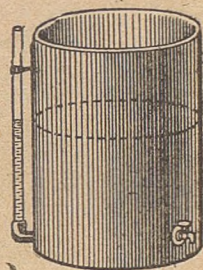

Рис. 42. Вамеряйтан стекло.
39. Вамерайтан стеклозс. Сидз кыдз однородной жидкостьлѣн сообщайтчан сосуддзын свободной вевдѣррес сувтѣны ѳт-кодѣ уровень вылын, то позѣь тѣдны, мый вылына жидкосты-ыс, кѣда кисьтѣма шучтыдавѣтѣм сосудѣ; эѣта понда колѣ сосу-дыс улисѣ частѣь ѳтлабѣтны вертикальной сувтѣтѣм стеклянной трубка (рис. 42)—ва мер а й т а н с т е к л о . Сѣтшѣм трубка-ѣз ѣмѣсь паровой котѣллзлѣн. Трубкалѣн улисѣ частысѣ ѳтла-